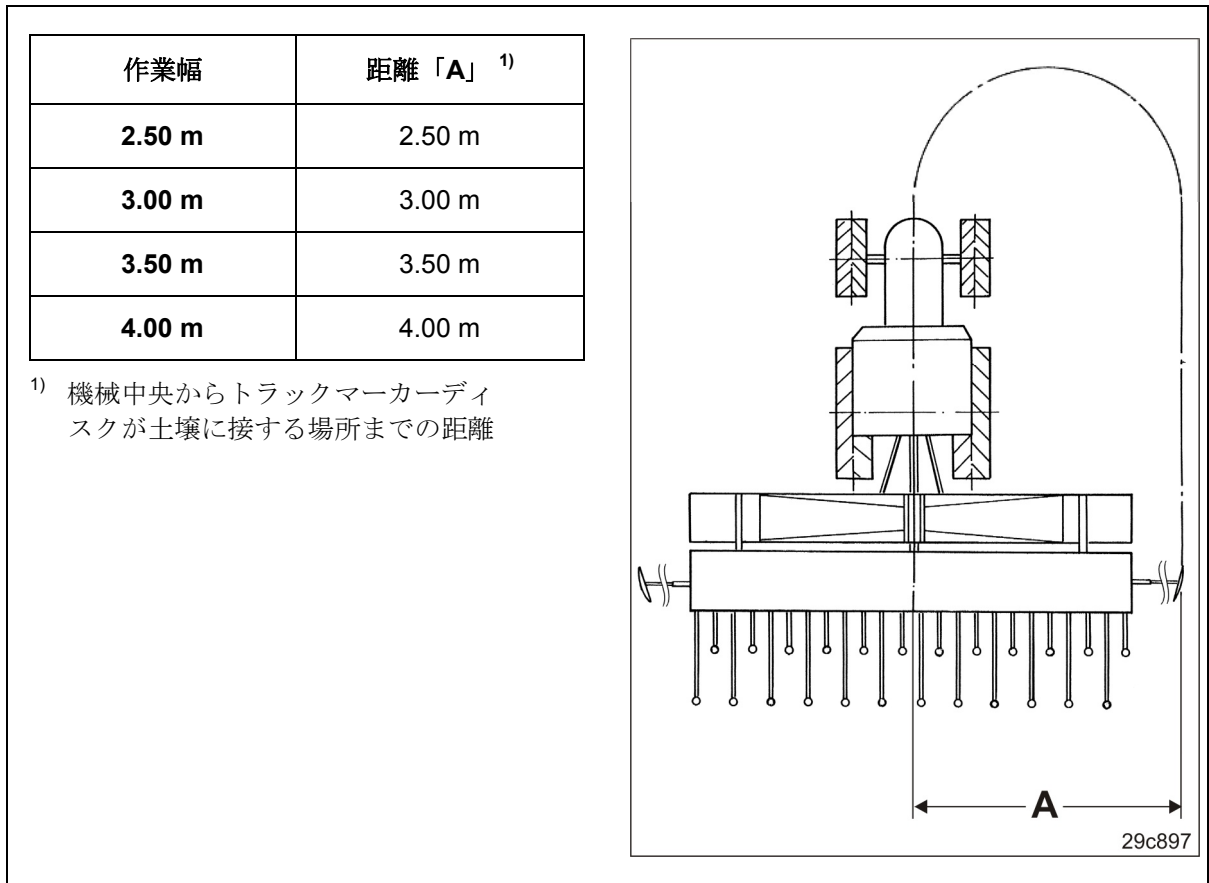

図 150
- 4.5 トラックマーカの長さを「A」 (表図 150を参照) に設定します。